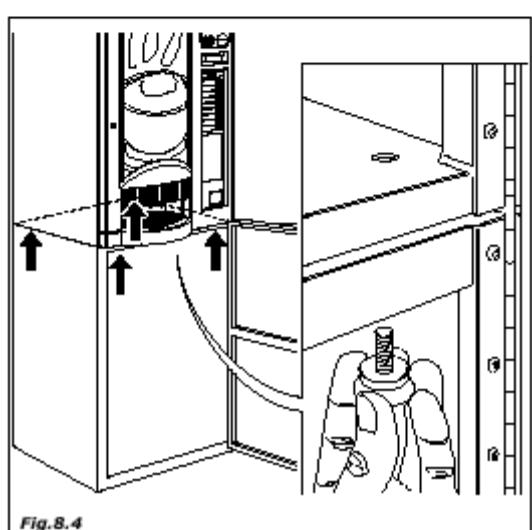

Fig. 8.4
- используйте четыре предварительно открученные ножки для крепления торгового автомата к подставке (рис. 8.4).